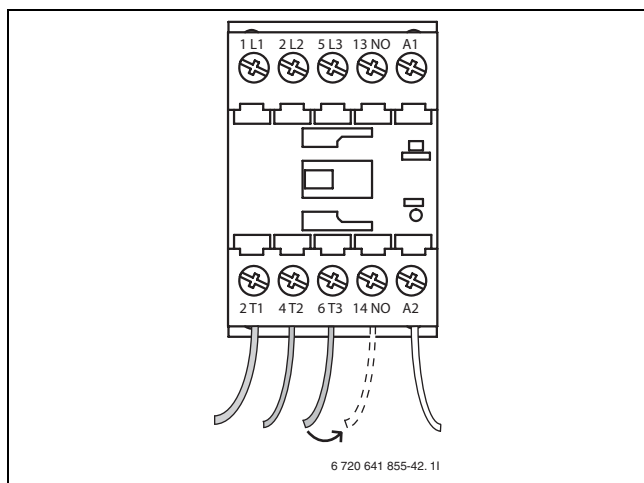

Bild 32 Kontaktor K2
- Demontera T3-anslutningen (grå kabel) på undersidan av kontaktorn (→Bild 32).
- Montera kabeln på kontaktorns NO-anslutning (→Bild 32).